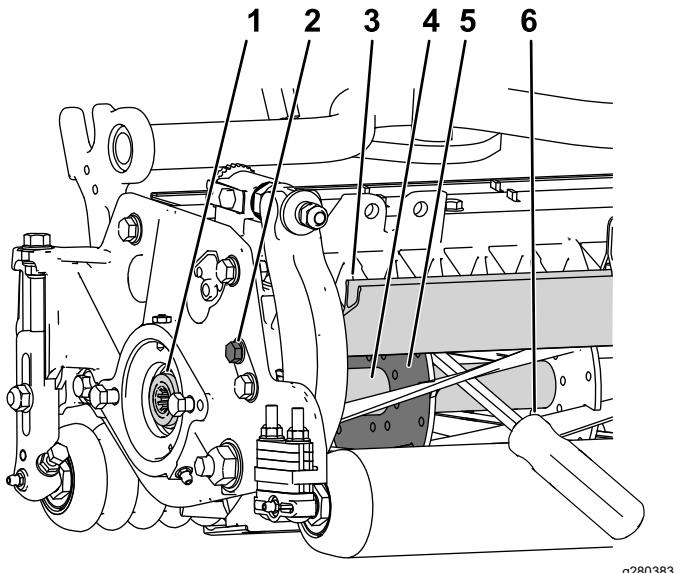

Figura 42
- Allentate il bullone del deflettore sul lato sinistro dell'apparato di taglio e sollevate il deflettore posteriore (Figura 42).
- Inserite un piede di porco con manico lungo ($\frac{3}{8}$ " x 12") raccomandato, con manico a cacciavite) attraverso la parte posteriore del cilindro di taglio, più vicino al lato dell'apparato di taglio da serrare (Figura 42).
- Posizionate il piede di porco contro il lato di saldatura della piastra di supporto del cilindro (Figura 42).